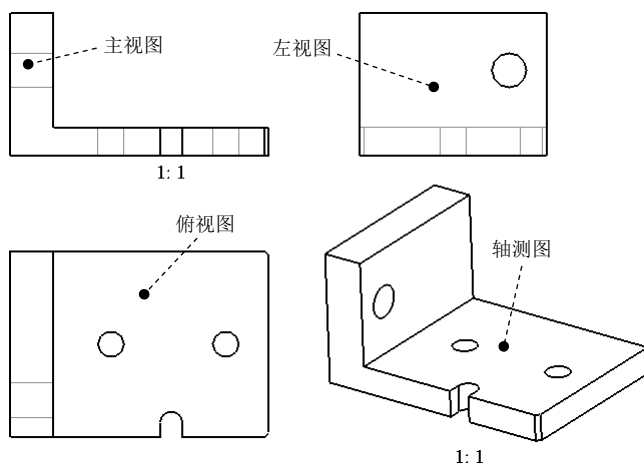

图 11.1.6 调整视图的位置
- (1) 移动主视图的位置。先单击图 11.1.6 所示的主视图，然后拖动鼠标将主视图移动到合适的位置，同时子视图（俯视图和左视图）也随着移动。
- (2) 移动左视图的位置。单击图 11.1.6 所示的左视图，然后用鼠标左右拖移视图。
- (3) 移动俯视图的位置。单击图 11.1.6 所示的俯视图，然后用鼠标上下拖移视图。
- (4) 移动轴测图的位置。单击图 11.1.6 所示的轴测图，然后拖动鼠标将轴测图移动到合适的位置。